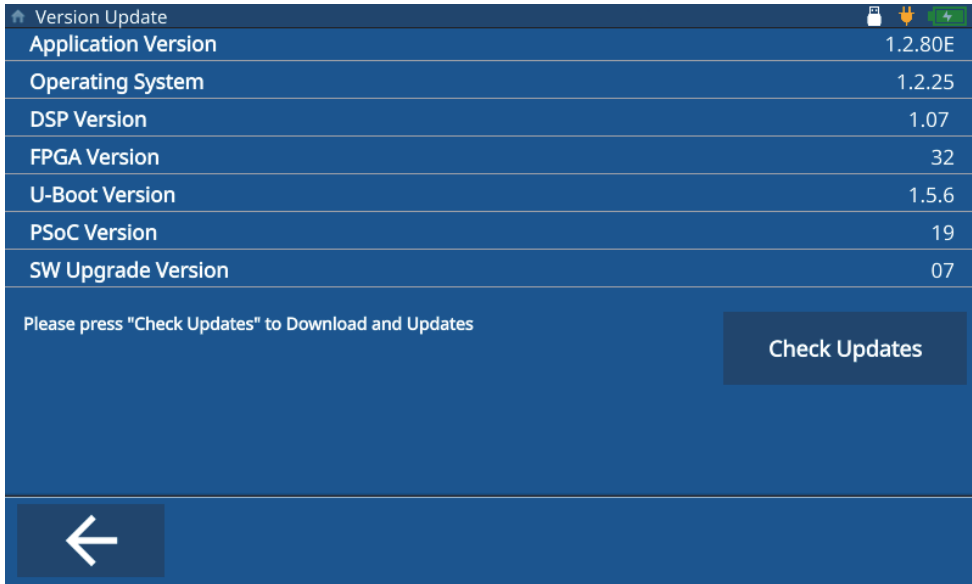

Figura 9-1 Pantalla de actualización de *software*
6. El instrumento mostrará en la pantalla la versión de *software* actual. Pulse el botón **Check Updates** (Verificar actualizaciones) [ver Figura 9-1 en la página 84].